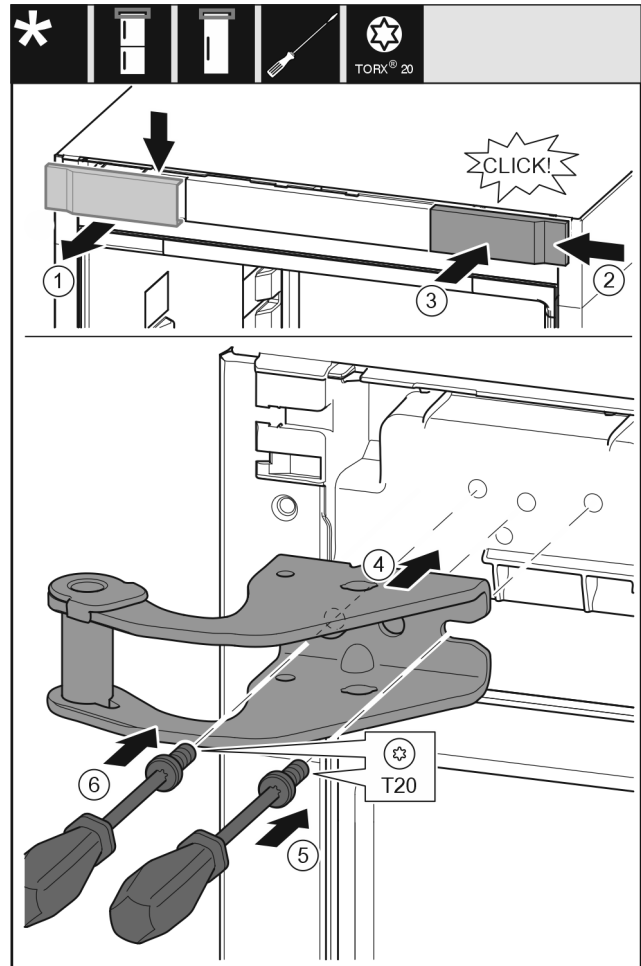

Fig. 14
- ▶ Abdeckung Fig. 14 (1) von oben nach vorne abnehmen.
- ▶ Abdeckung Fig. 14 (2) um 180° gedreht auf der anderen Seite von rechts einhängen.
- ▶ Abdeckung Fig. 14 (3) einrasten.
- ▶ Oberen Lagerbock Fig. 14 (4) ansetzen.
- ▶ Schraube Fig. 14 (5) mit Schraubendreher ansetzen und festdrehen.
- ▶ Schraube Fig. 14 (6) mit Schraubendreher ansetzen und festdrehen.